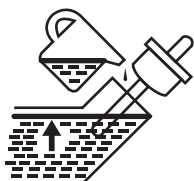

FIGURE 23 : Niveau d'huile à moteur
- Insérez la jauge à huile dans l'orifice mais évitez de la visser (Figure 23).